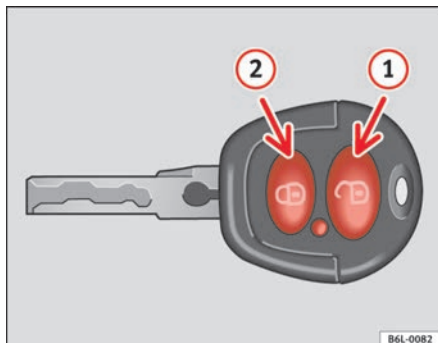
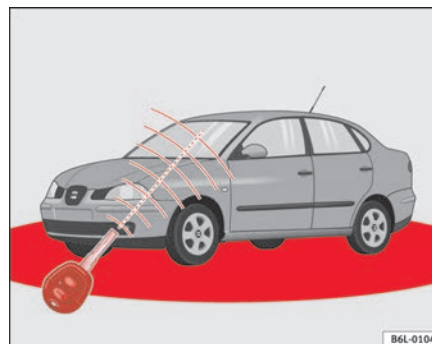

Abb. 48 Tastenbelegung
Abb. 49 Wirkungsbereich der Funkfernbedienung
Die Abbildung zeigt den Wirkungsbereich (rote Bereiche) ⇒ Abb. 49 der Funkfernbedienung. Die maximale Restreichweite ist abhängig von verschiedenen Faktoren.
Richten Sie die Funk-Fernbedienung zum **Entriegeln** innerhalb des Wirkungsbereichs auf das Fahrzeug und betätigen Sie kurzzeitig die Entriegelungstaste  ⇒ Seite 83, Abb. 48 . Die Blinker blinken zweimal auf. Zum **Verriegeln** des Fahrzeugs drücken Sie kurzzeitig die Taste  ⇒ Seite 83, Abb. 48 . Die Blinker blinken einmal auf.
Bei **zweimaligem** Betätigen der Schließstaste  ⇒ Seite 83, Abb. 48  deaktivieren Sie Ihre SAFE-Sicherung (doppelte Verriegelung) und die Innenraumüberwachung*. Die externe Warnanlage* bleibt aktiviert, die Kontrollleuchte leuchtet weiter.
Bei einmaligem Drücken der Taste  ⇒ Seite 83, Abb. 48 , wird nur die Fahrertür geöffnet. Alle anderen Türen bleiben verriegelt.
Bei zweimaligem Drücken der Taste  ⇒ Seite 83, Abb. 48  werden alle Türen entriegelt.
- Die Funkfernbedienung funktioniert nur, wenn Sie sich im Wirkungsbereich befinden ⇒ Seite 83, Abb. 49 (rote Fläche).
- Verwenden Sie die beiden Schlüssel, die mit dem Fahrzeug ausgehändigt werden, den Funkschlüssel und den normalen Schlüssel ⇒ Seite 83, Abb. 48 ⇒ Seite 83, Abb. 49.
- Halten Sie gleichzeitig die Taste  ① des Schlüssels mit Funkfernbedienung gedrückt.